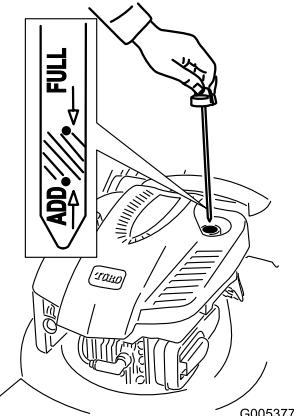

Bild 8
1. Ziehen Sie den Peilstab heraus (Bild 8).
2. Füllen Sie das Öl **langsam** in den Einfüllstutzen ein, um den Ölstand auf die Marke **Voll** am Peilstab anzuheben. Bild 8 **Füllen Sie nicht zu viel ein**. (Max. Füllstand: 0,59 l, Typ: Waschaktives SAE 30-Öl mit der Klassifizierung SF, SG, SH, SJ, SL oder höher durch das American Petroleum Institute (API)).